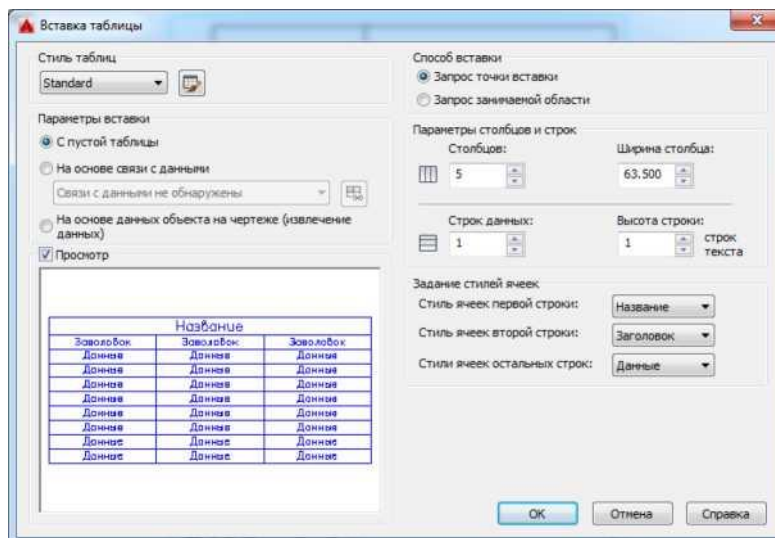

Рис. 8.
4. Вызовите из меню *Рисование* ^ *Таблица...* или с панели инструментов кнопка I I. Откроется окно Вставка таблицы (рис. 8).